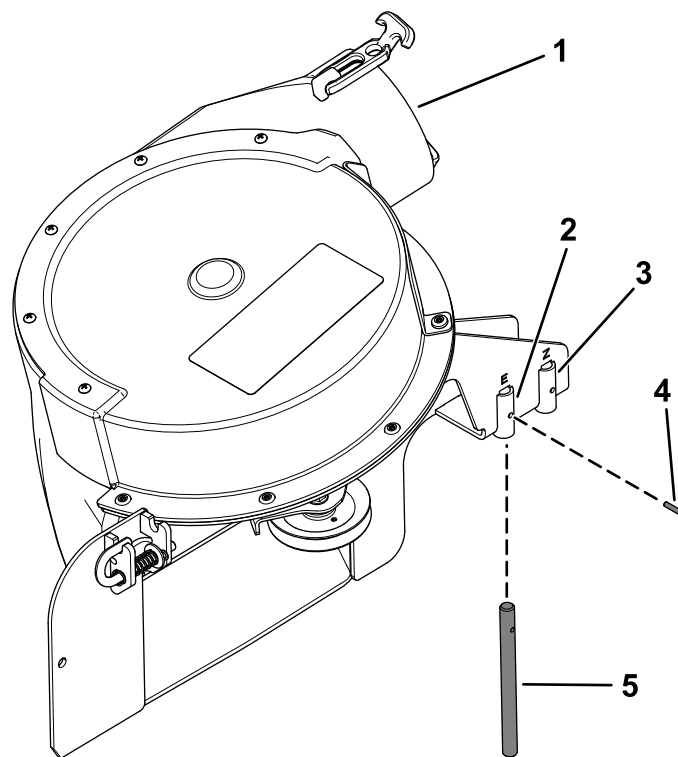

Figura 17
Compruebe que el pasador de giro está colocado en el conjunto del soplador en la posición correcta (Figura 17).
- Si tiene una carcasa de corte de 122 cm o 132 cm, instale el pasador de giro en el taladro delantero (Figura 17).
- Si tiene una carcasa de corte de 152 cm, instale el pasador de giro en el taladro trasero (Figura 17).